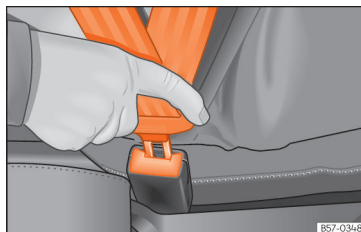

Рис. 23 Пристібання ремня безпеки.
- Вставте язичок пряжки в замок для відповідного сидіння »»» **рис. 23.**